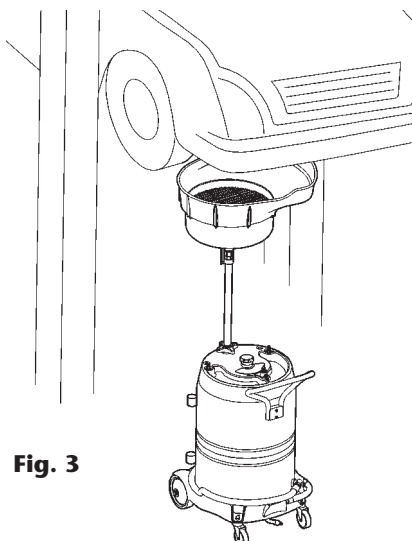

Fig. 3
1. Place the unit under the vehicle, adjust the funnel to a suitable height and open the funnel ball valve and the charge valve (fig. 3).
1. Posicione el equipo por debajo del vehículo, ajuste el embudo a la altura deseada y abra la válvula del embudo y la válvula de carga (fig. 3).
1. Placer l'appareil sous le véhicule, placer l'entonnoir à la hauteur désirée et ouvrir la vanne de l'entonnoir et la valve (fig. 3).